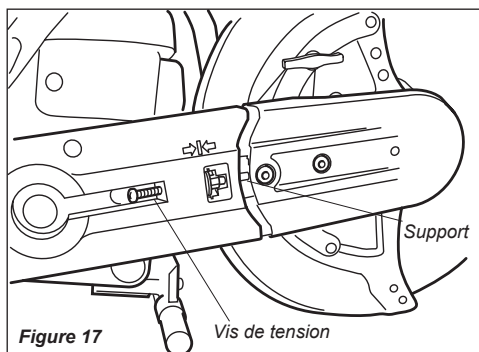

Figure 17
2. Serrer ou desserrer la vis de tension de quatre ou cinq tours de manière à obtenir le jeu souhaité à l'endroit où la vis de tension entre en contact avec le montage lorsque le montage est retourné. Voir figure 17.